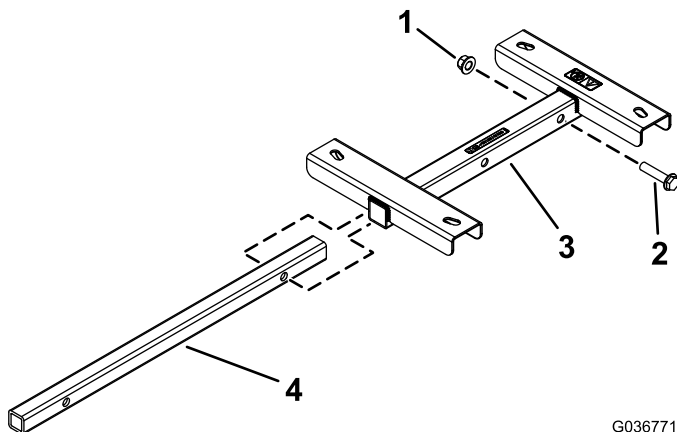

Figure 1
1. Insérez le support en tube dans le support du dévidoir jusqu'à ce que les trous du support en tube soient alignés avec les trous les plus éloignés du support de dévidoir (Figure 1).
2. Fixez le support en tube au support de dévidoir au moyen de la vis à tête hexagonale (1/2 x 2-1/4 po) et du contre-écrou (1/2 po), comme montré à la Figure 1.